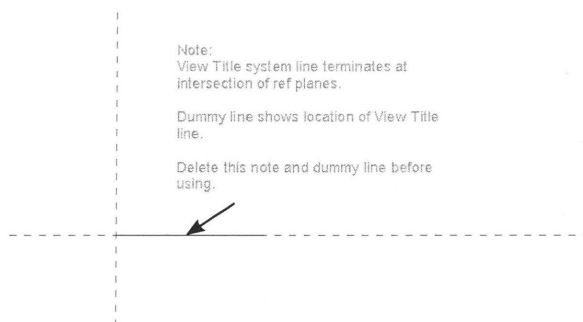

Fig. 03.47.
- Der er nu en note og en lille sort vandret streg (Fig. 03.47). Disse to elementer slettes.